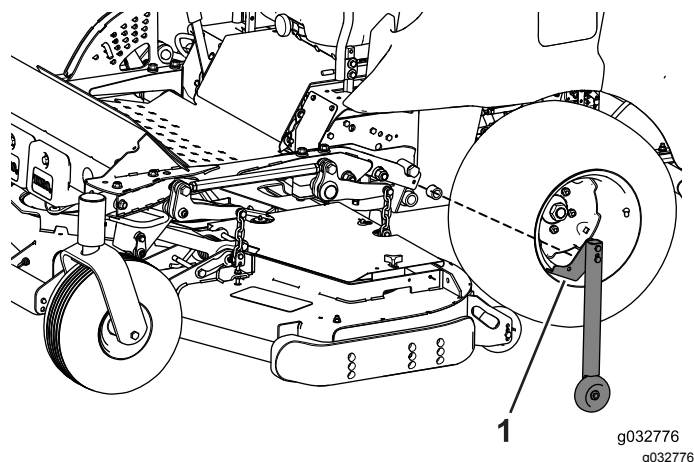

Figura 129
1. Retire los rodillos de conversión de cada lado del bastidor de verano (Figura 129).